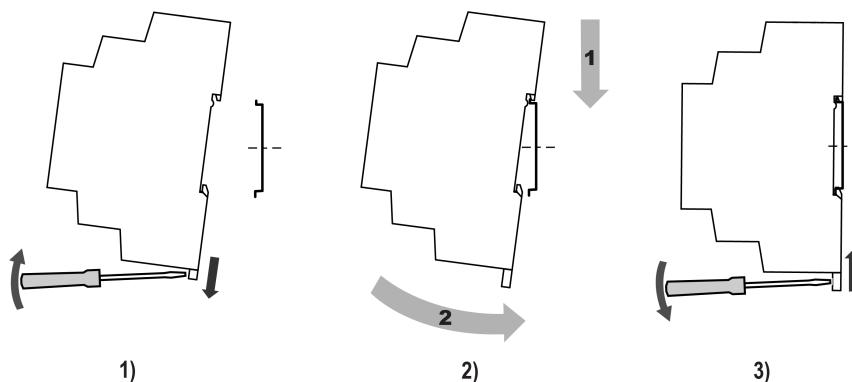

Рисунок 4.1 – Установка прибора
- Вставив отвертку в проушину, оттянуть защелку рисунок 4.1, 1).
- Установить прибор на DIN-рейку в соответствии с в направлении стрелки 1 (рисунок 4.1, 2);
- Прижать прибор к DIN-рейке в направлении, показанном стрелкой 2. Зафиксировать защелку (см. рисунок 4.1, 3).